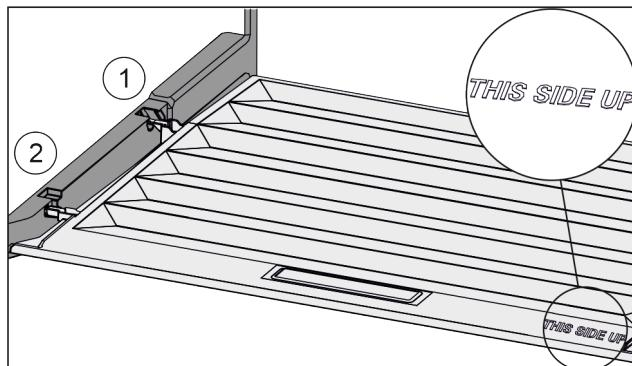

Fig. 90
- Introduceți nervura capacului prin orificiul suportului posterior Fig. 90 (1) și înclicheați-l în față în suport Fig. 90 (2).